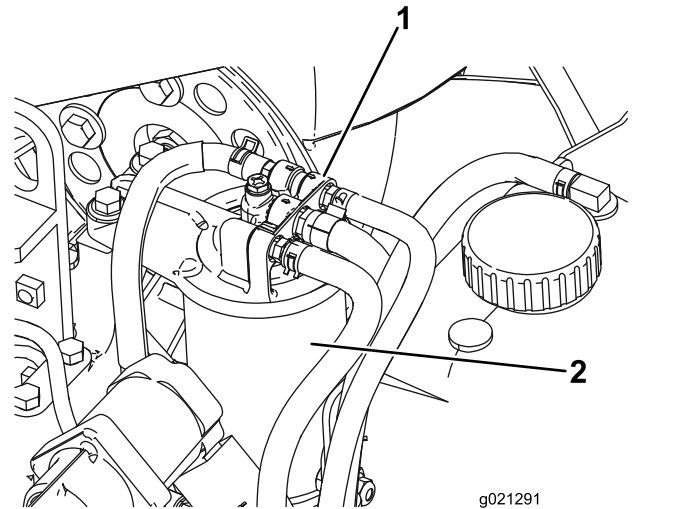

Figure 84
2. Nettoyez la surface autour de la tête du filtre à carburant (Figure 84).
3. Déposez le filtre et nettoyez la surface de montage de la tête du filtre (Figure 84).